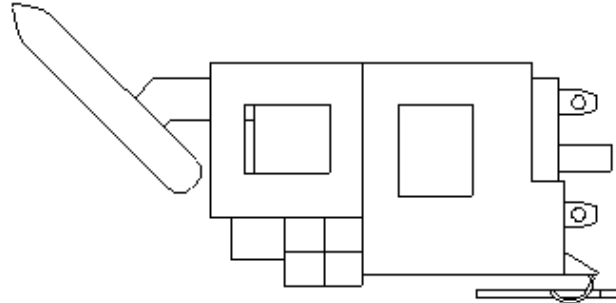
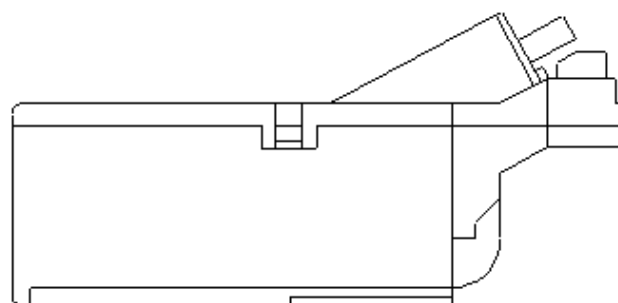

Figura 1
Figura 2
- Si su bomba y soporte lucen como la figura 1, continúe al Paso 4. Si su bomba y módulo lucen como la figura 2, siga al paso 20.